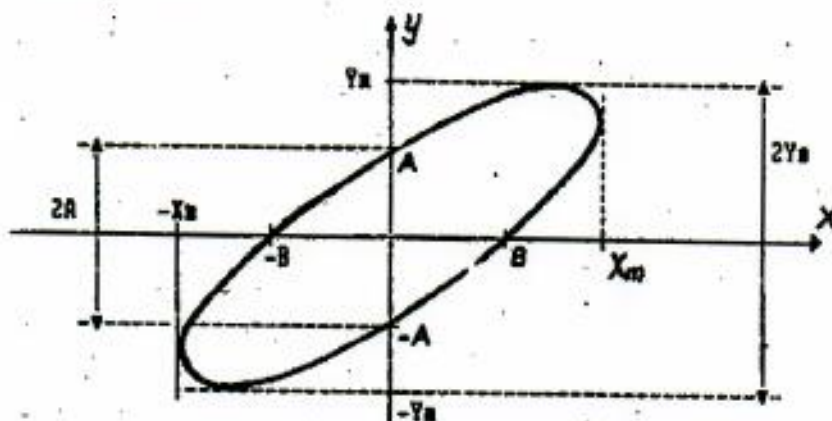

Рис.2. Измерение разности фаз двух синусоидальных сигналов методом эллипса
найдем точки пересечения эллипса с осью ординат (рис.2). Это и соответствует значению  $X(t) = 0$ . Подставив его в (10), получаем
Таким образом, для определения разности фаз необходимо измерить по осциллограмме (в делениях шкалы экрана осциллографа) величины  $A$  и  $y_m$ , по их отношению, используя (12), определить  $\sin(\varphi)$  и далее по таблице  $\arcsin(\varphi)$  или с помощью калькулятора найти угол. Для удобства считывания с экрана осциллографа целесообразно определять удвоенные величины  $A$  и  $y_m$  (см. рис.2), т.к. при этом меньше сказывается погрешность центровки эллипса на экране.